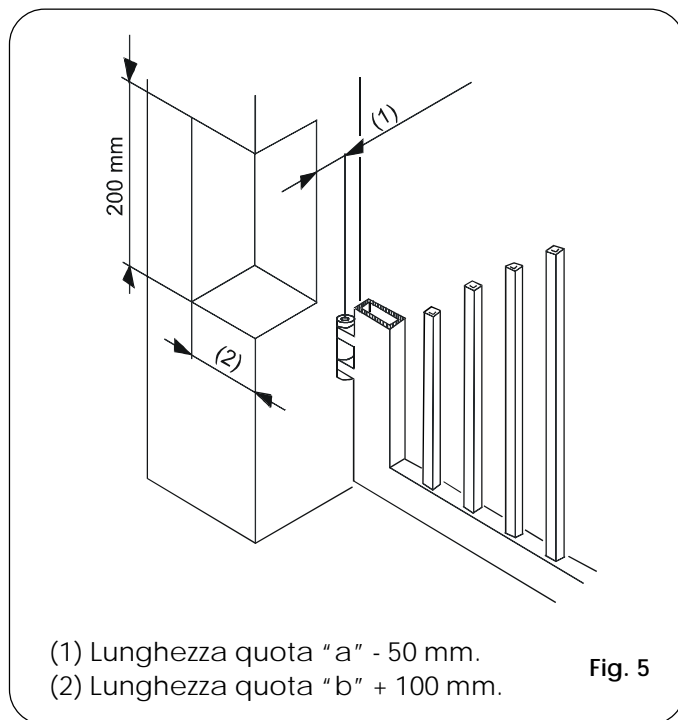

Fig. 5
- nel caso in cui le dimensioni del pilastro o la posizione della cerniera (quota **d**) non permettano di contenere la quota **a** nella misura desiderata, è necessario effettuare una nicchia sul pilastro come da Fig. 5;